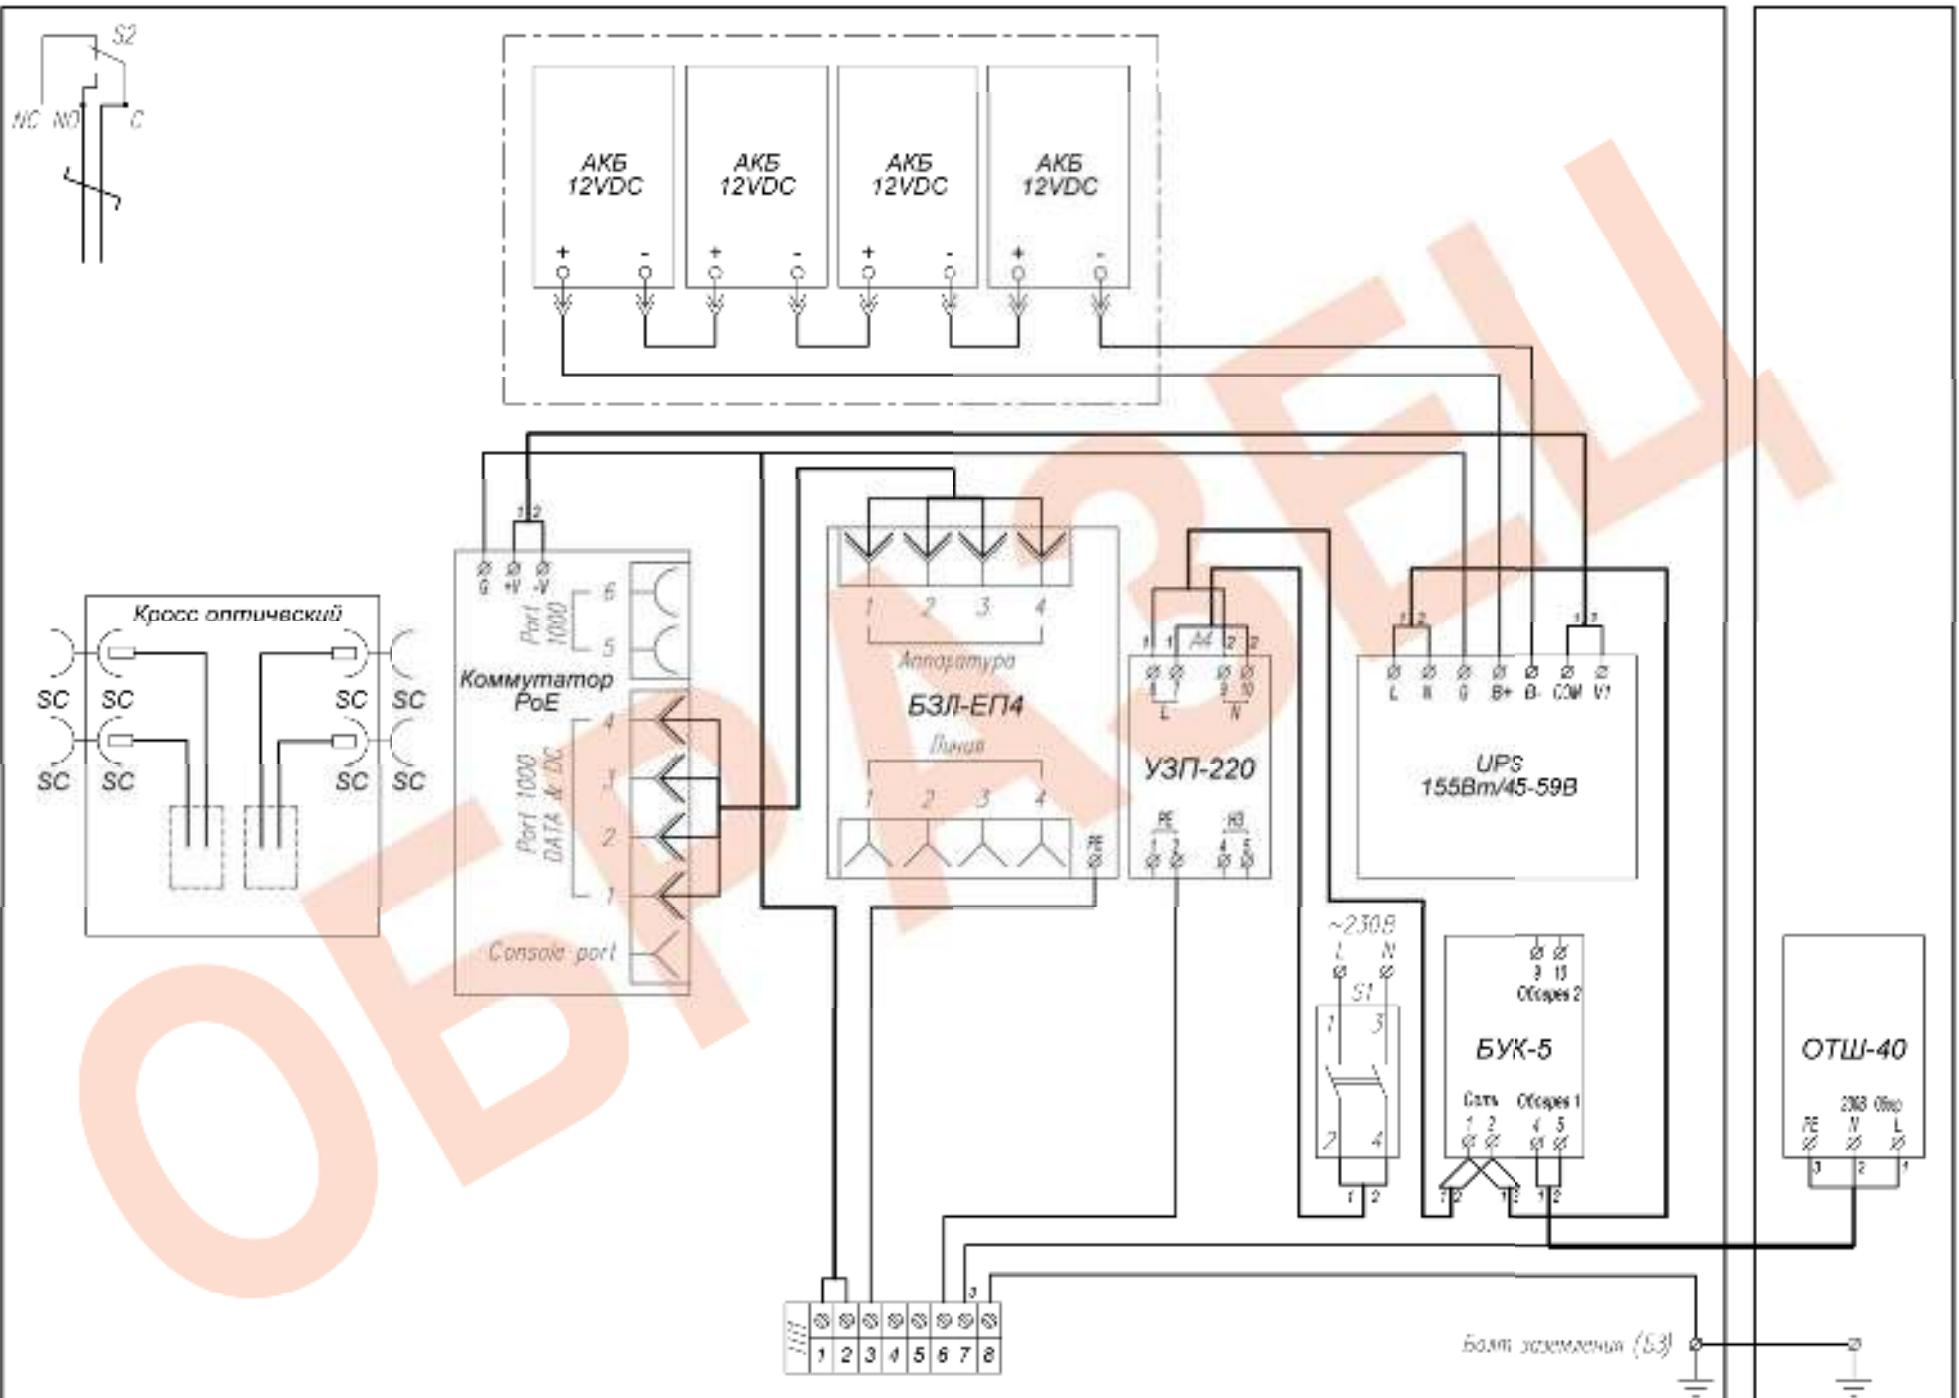

Рис.1 Схема электрическая принципиальная
1. Заземлить изделие при помощи болта заземления (Б3) (рис.1).
4. Подключить АКБ к UPS преобразователю согласно схеме (рис.1).